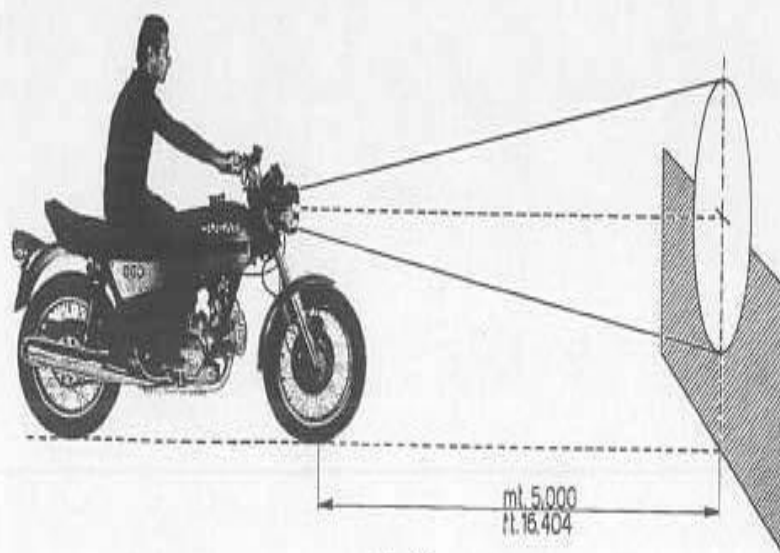

Fig. 105
- il veicolo, con una persona a bordo, deve poggiare su ambedue le ruote e non sul cavalletto (vedi fig. 105);
- the motorcycle with its rider must rest on the wheels, not on the central stand (see fig. 105);